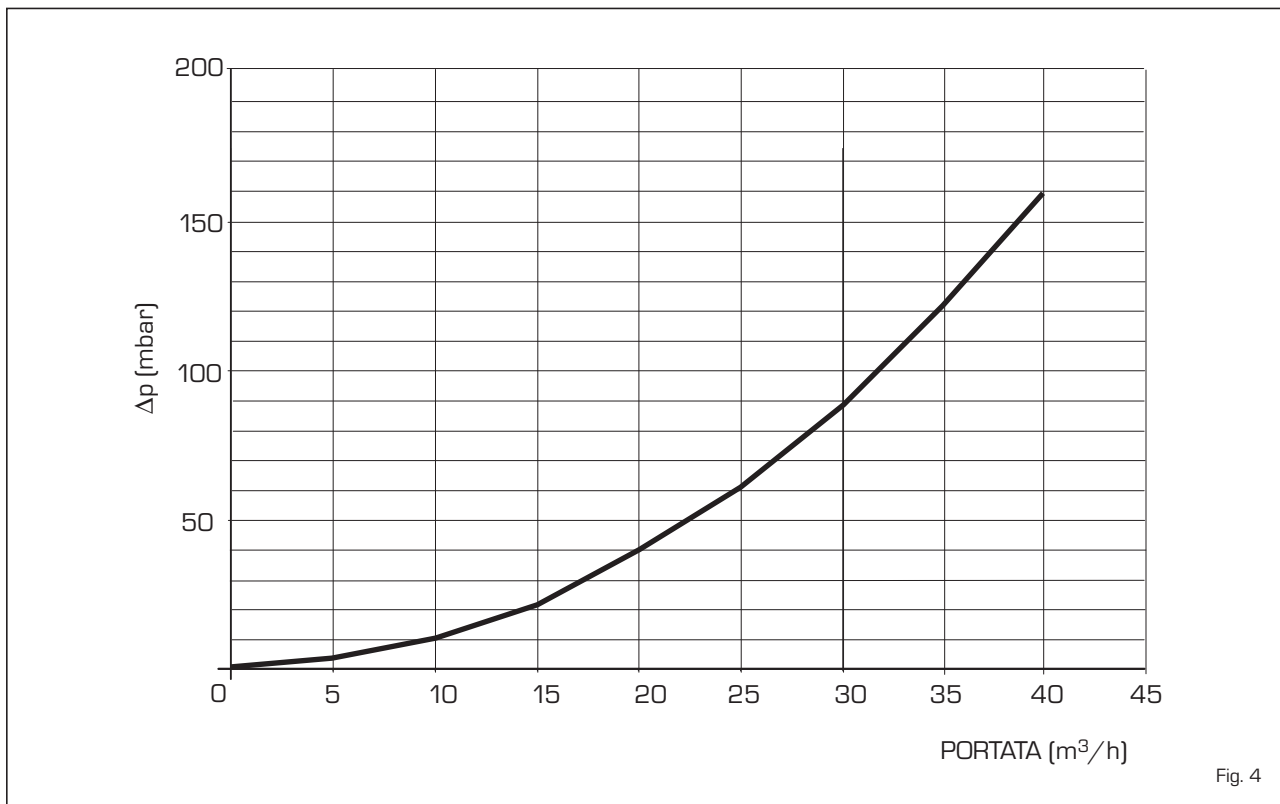

Fig. 4
1.6 PERDITE DI CARICO DEL COMPENSATORE IDRAULICO FORNITO A RICHIESTA NEI KIT COD. 8101552/53 (fig. 4)